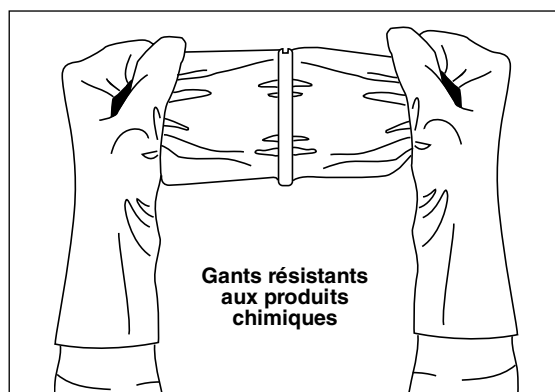

Figure 19. Retrait du clip du composé de scellement
5. Retirez le sac de « composé de scellement » de l'emballage. Saisissez une extrémité dans chaque main, puis tirez fermement pour retirer le clip en plastique [Figure 19].